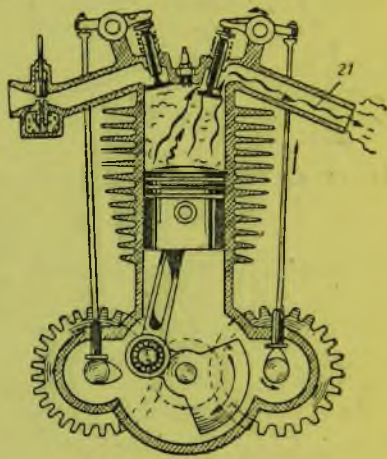

Рис. 8. Такт выпуска
Однако такое большое давление будет лишь в момент нахождения поршня в верхней мертвой точке. При движении же поршня под действием рабочих газов вниз объем камеры цилиндра увеличивается, следовательно, давление газов будет падать, будет понижаться и их температура. К концу рабочего такта, когда поршень придет в свое крайнее нижнее положение, откроется выпускной клапан, поднимаемый кулачком, через посредство подъема толкателя, штанги и поворота коромысла. В это время давление газа еще достаточно высоко, примерно 4—5 атмосфер, и поэтому отработавшие газы с силой вырываются наружу по патрубку (21). Затем поршень опять идет вверх и выталкивает продукты сгорания (рис. 8) — такт выпуска.